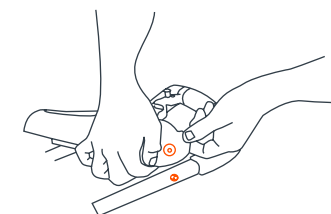

Fig. 9
• Pour attacher le plateau parents, aligner les raccords sur les extrémités du plateau avec les raccords sur l'extérieur de la poignée. Tirez vers l'extérieur les bords du plateau tout en poussant vers le bas pour insérer les broches du manche dans les trous du plateau. Veuillez faire attention de ne pas pincer vos doigts lors de l'installation du plateau à parents (Fig. 9). Pour enlever le plateau, tirez vers l'extérieur sur une extrémité du plateau tout en soulevant vers le haut.